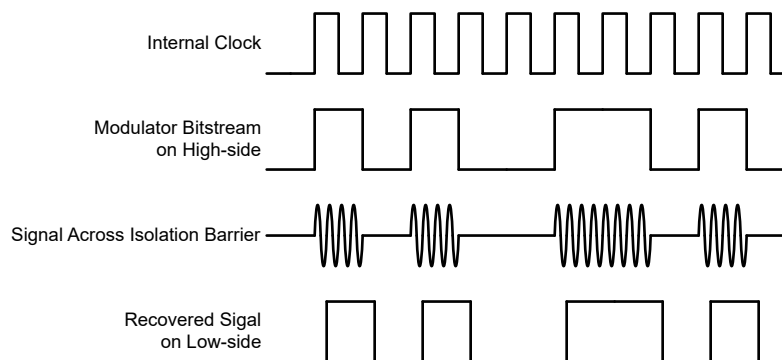

図 7-3. OOK ベースの変調方式
図 7-3 に示されているように、AMC0x36 は、オン / オフ キーイング (OOK) 変調方式を使用して、変調器の出力ビットストリームを、 SiO_2 ベースの絶縁膜間で伝送します。送信ドライバ (TX) をに 機能ブロック図 示します。TX は、内部で生成された高周波キャリアを絶縁バリア越しに送信し、デジタル 1 を表現します。ただし、TX はデジタル 0 を表す信号を送信しません。AMC0x36 で使用されるキャリアの公称周波数は 480MHz です。